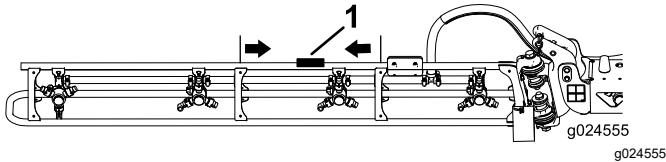

Figure 29
1. Localisez le centre d'une rampe extérieure, entre les supports, comme montré à la Figure 29.